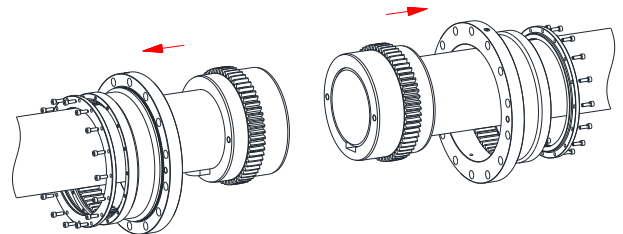

Figura 35
- Empuje los casquillos hasta pasar los mangones y colóquelos en los extremos del eje (ver la figura 35).